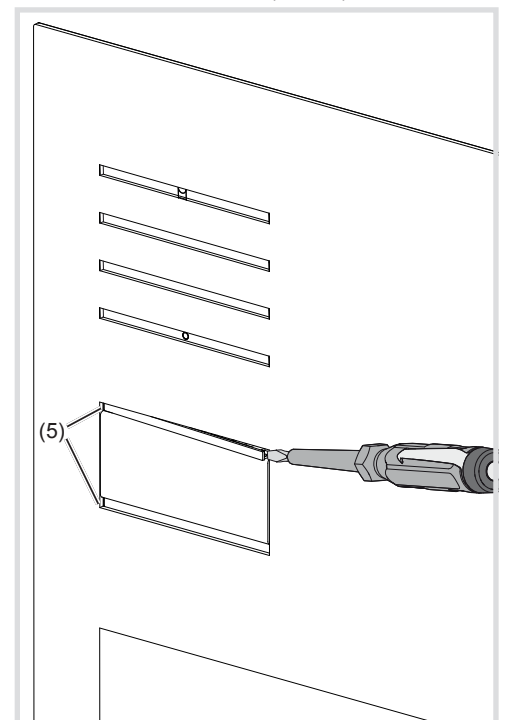

Bild 14: Lösen der Abdeckstreifen
- Die verriegelnden Abdeckstreifen (5) oben und unten mit dem Schraubendreher nach vorne hebeln und entnehmen (Bild 14).